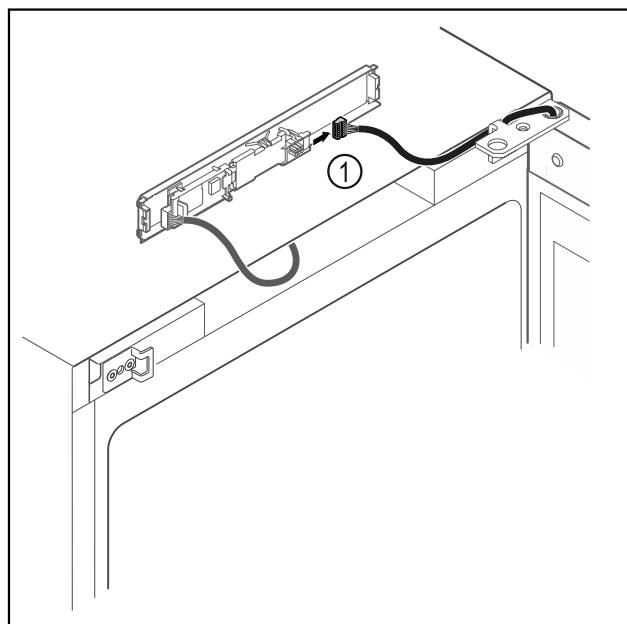

Fig. 17
- ▶ Отсоедините штекер Fig. 17 (1) от панели.